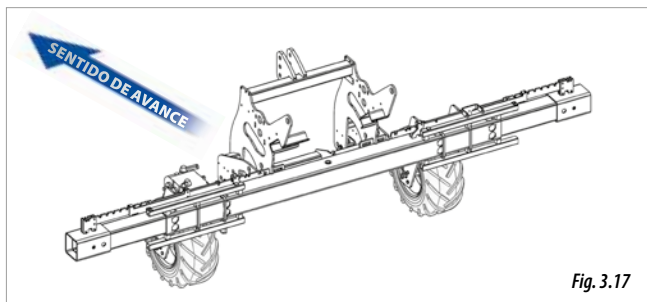

Fig. 3.17
- SIMPLE TELESCÓPICO (Fig. 3.17).